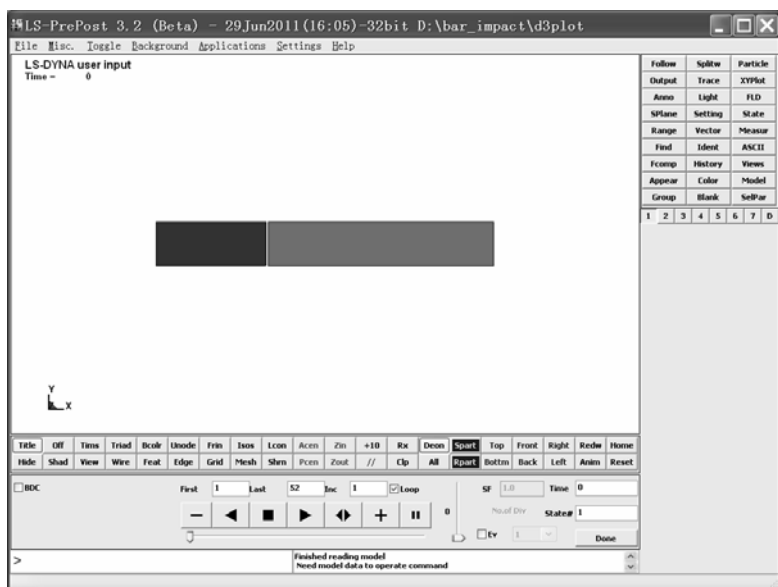

图 1-61 操作界面
(4) 从“Open File”窗口打开“d:\bar\_impact”目录下的“d3plot”文件，弹出图 1-61 所示的图形。图中显示了 A、B 两杆的正面视图。